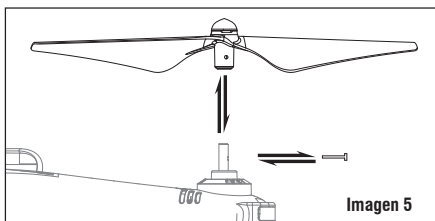

Imagen 5
1. Use el destornillador en sentido contrario a las agujas del reloj para sacar el tornillo y luego levante la hélice dañada (Imagen 5).